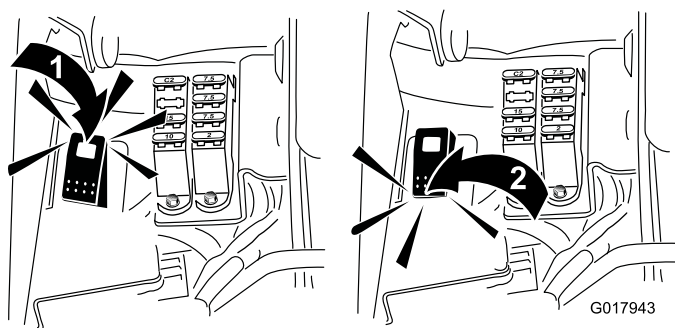

Figura 51
5. Rode a alavanca de rectificação para a posição "R" (Figura 51).